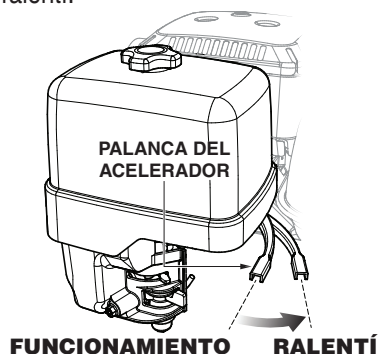

Figura 9. Palanca del acelerador (posición de ralentí)
2. Mueva la palanca del acelerador (consulte la Figura 9) a la posición de **ralentí**.